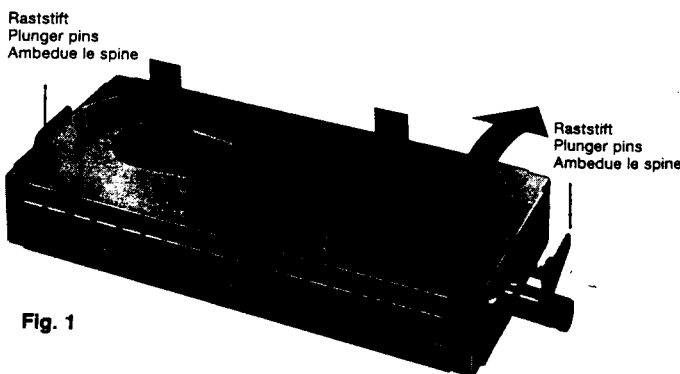

Fig. 1
Beide roten Raststifte (Fig. 1) um 90° drehen. HF- Modul aus dem Halter ziehen.
1. Mit beiden Daumen gleichzeitig auf die Blechsicke drücken bis sich die Deckelfalze aufbiegen, dann den Deckel abnehmen (Fig. 1).
Turn the two red plunger pins by 90°. Remove module from bracket (Fig. 1).
1. Apply pressure to the plate channel simultaneously with both thumbs, until the cover seaming bends, then remove cover (Fig. 1).
Ruotare ambedue le spine rosse a tenuta meccanica di 90° (Fig. 1). Estrarre il modulo dal supporto.
1. Premere con ambedue i pollici contemporaneamente sulla scanalatura della lamiera fino a che le graffure del coperchio si piegano verso l'alto, poi togliere il coperchio (Fig. 1).